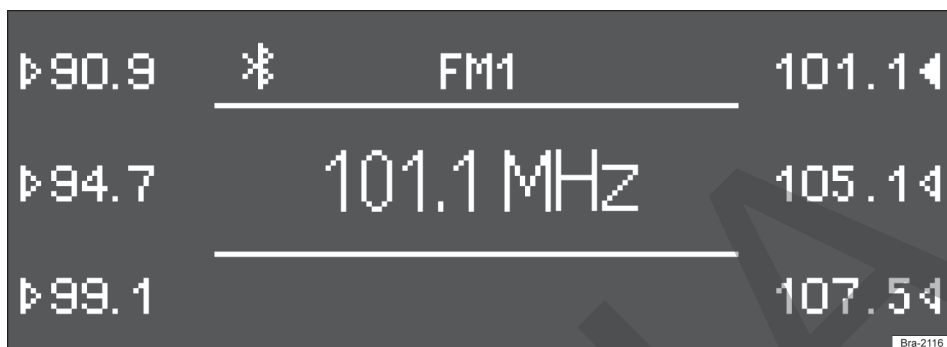

Fig. 154 Emisoras memorizadas en las teclas de presintonía del nivel de memoria FM1.
- La emisora que se está escuchando (en → fig. 154: 101.1 MHz) se memorizará en esa tecla de presintonía.